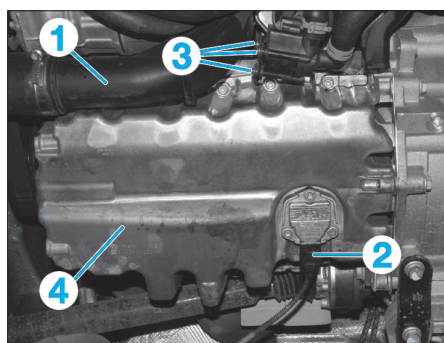

Fig. 15
• Déposer la protection sous moteur (Fig.15).
• Déposer, si nécessaire, le conduit de suralimentation (1).
• Débrancher le connecteur de la sonde de niveau et de température d'huile (2).
• Déposer les trois vis (3) et basculer la pompe de liquide de refroidissement additionnelle sans débrancher les durites.
• Déposer le carter d'huile (4) en desserrant ses vis en diagonale.